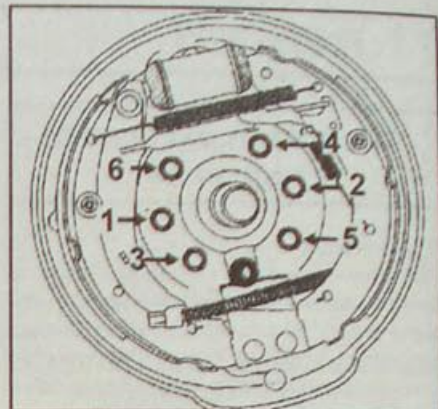

Рис. 11.5. Последовательность затягивания болтов крепления цапфы и опорного щита тормозных колодок
- Затяните болты крепления цапфы в последовательности 1–2–3–4–5–6 моментом 30 Н·м (рис. 11.5).